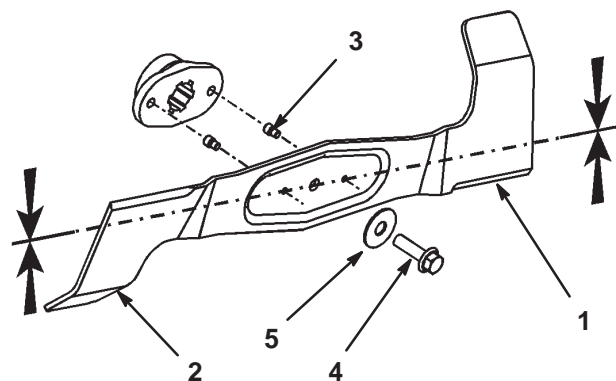

Figure 35
2. Inspectez les tranchants des lames (Fig. 35). Si elles ne sont pas tranchantes ou si elles présentent des indentations, déposez et aiguiser les lames, comme expliqué à la rubrique Aiguisage des lames, page 34.
3. Inspectez les lames, surtout les bords recourbés (Fig. 35). Si vous remarquez que la lame est usée ou endommagée à ces endroits, remplacez-la immédiatement.
4. Si les goupilles de cisaillement sont cassées, remplacez-les immédiatement (Fig. 35).
3. Enlevez le boulon, la rondelle et la lame (Fig. 35). Pour enlever le boulon, bloquez éventuellement la lame en introduisant une cale en bois entre la lame et le carter de tondeuse.
1. Installez la lame, la rondelle et le boulon de fixation (Fig. 35).